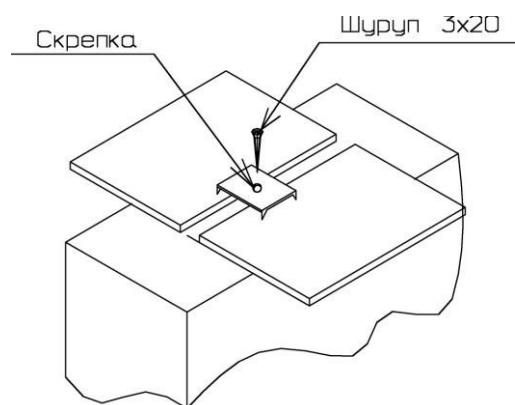
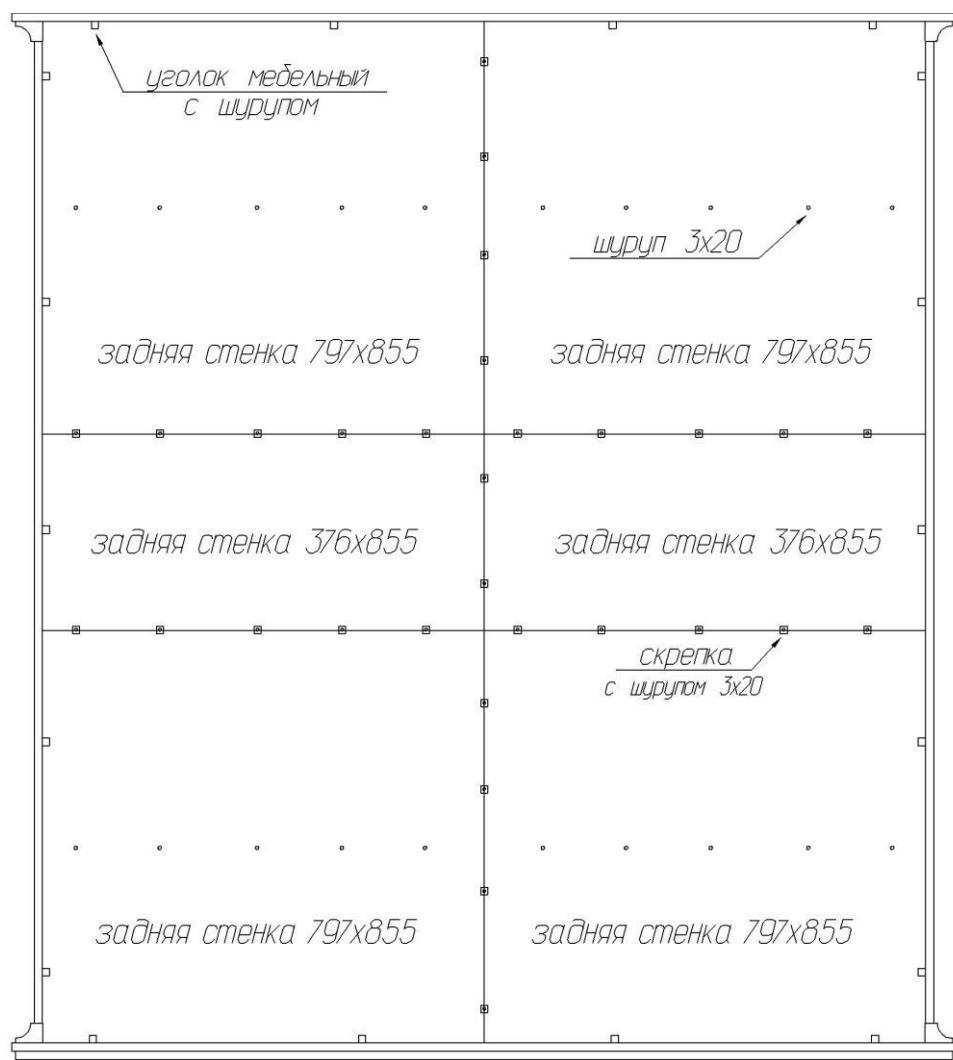
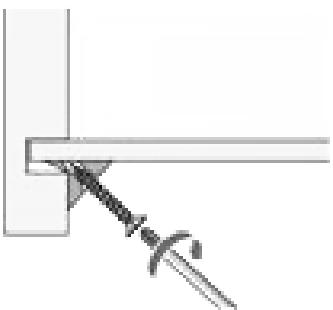

Рис. 2
Рис. 3
Рис. 4
2. Установить задние стенки так, чтобы они вошли в пазы боковых стенок и нижнего щита (рис. 3). При помощи эксцентриковых стяжек и шкантов установить верхний щит (43). Затянуть эксцентрики, повернув их на 180 градусов.
3. Собранный корпус проверить на прямоугольность, сравнивая диагонали (их длины должны быть равны). Закрепить задние стенки в месте стыка с помощью шурупов 3x20мм и скрепок (рис.2 и рис.3). Установить мебельные уголки, закрепив их комплектными шурупами (рис.3 и рис.4).
4. Закрепить горизонтальные щиты верхние (39) к профилю верхнего щита саморезами 3,5x25.